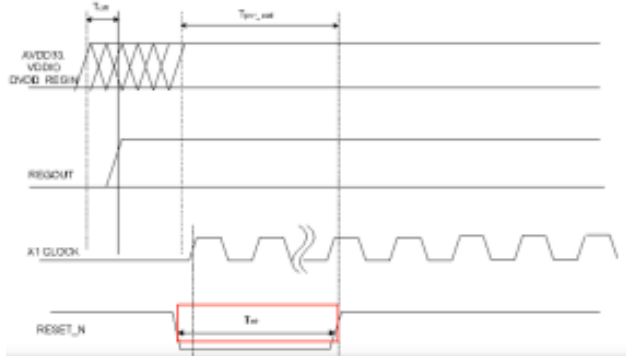

图7 IP101G的复位时间和时序
- ICPlus: IP101G, 10ms 起, 参考图 7。